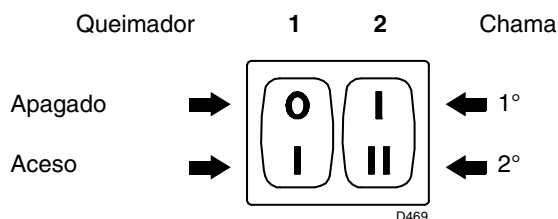
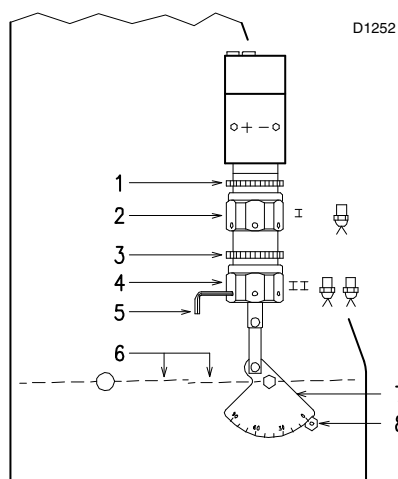

Fig. 20
Fig. 21
- Colocar em funcionamento o queimador fechando os termóstatos e com o interruptor 1) (Fig. 20, Pág. 18) na posição "ACESO". A bomba deve rodar no sentido da seta que está marcada na cobertura.
- Quando o gasóleo sai pelo parafuso 3), indica que a bomba está alimentada. Parar imediatamente o queimador: interruptor 1) (Fig. 20, Pág. 18) na posição "DESLIGADO" e aparafusar o parafuso 3).
Colocar o interruptor 1) (Fig. 20) na posição “ACESO”.
Manter o queimador funcionando na 1ª chama, colocando o interruptor 2) (Fig. 20) na posição 1ª chama. A abertura do registro 6) (Fig. 21) deve ser proporcional à da boquilha escolhida: o índice 8) (Fig. 21) deve corresponder com o número da posição indicada no sector graduado 7) (Fig. 21). A regulação faz-se rodando o hexágono 2) (Fig. 21):
Colocar o interruptor 2) (Fig. 20, Pág. 18) na posição 2ª chama e regular o registro 6) (Fig. 21) actuando sobre o hexágono 4) (Fig. 21), depois de se ter aliviado o aro 3) (Fig. 21).
para facilitar a regulação dos hexágonos 2) e 4) (Fig. 21), utilizar uma chave hexagonal de 3 mm 5) (Fig. 21).